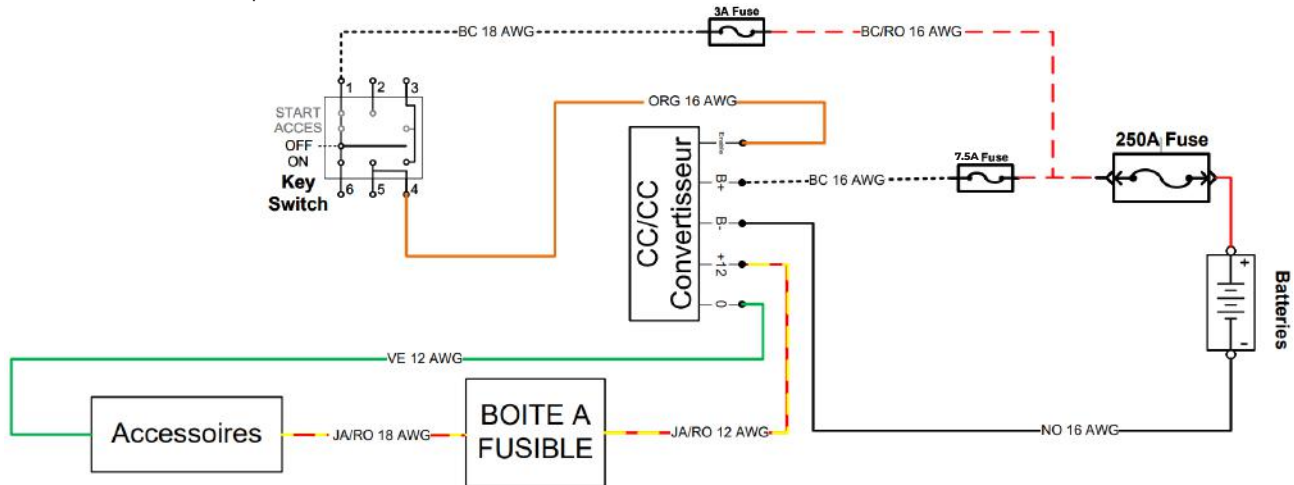

Figure 61. Inspection des bornes d'entrée et de sortie du convertisseur CC/CC.
- 1.1. Vérifier la présence d'une tension entre la borne positive (B+) (fil blanc) et la borne négative (B-) (fil noir) du convertisseur CC/CC (comme illustré à la figure 61).
- 1.2. Vérifier la présence d'une tension entre le fil orange et la borne négative (B-) (fil noir) du convertisseur CC/CC (comme illustré à la figure 61).
- 2.1. Vérifier la présence d'une tension entre le fil jaune/rouge et le fil vert du convertisseur CC/CC (comme indiqué dans la figure 61).